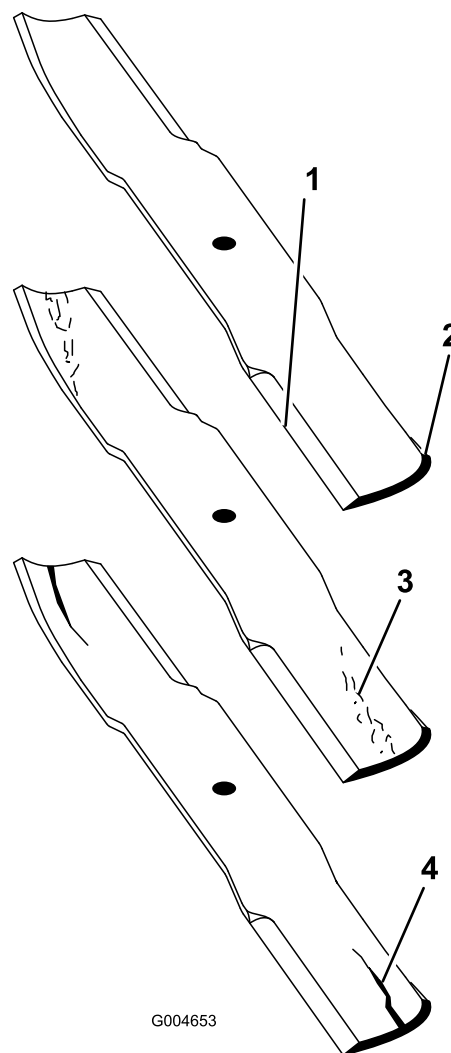

Рисунок 104
2. Осторожно проверьте режущие кромки ножей, особенно в точке соединения плоской и изогнутой частей ножа (Рисунок 104).
Примечание: Так как песок и абразивные материалы могут вызвать износ металла, соединяющего плоскую и изогнутую части ножа, проверьте нож перед использованием газонокосилки. При обнаружении износа (Рисунок 104) замените нож.